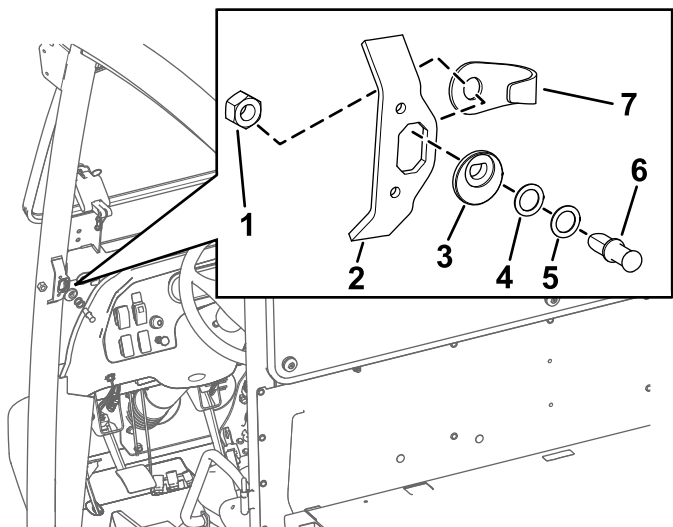

図 3
2. 図 3 に示すように、ラッチピンのカムをストライカプレートの開口部に合わせて取り付ける。
3. ラッチピン最初はワッシャをつけずにラッチピンのカムに差し込む (図 3)。
5. ラッチピンとジャムナットを、ストライカプレートの背面に合わせて取り付ける 図 3。
6. ジャムナットをラッチピンに手締めする 図 3。